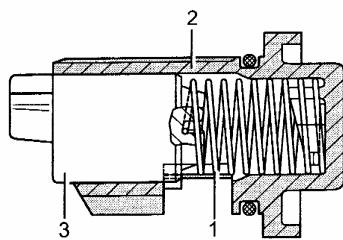

图 12-64 组装锁止机构
②把弹簧 1 装入壳体 2 中, 经轻压向左旋转, 至弹簧搭上壳体底部, 把套筒 3 放到弹簧上, 以使弯曲的弹簧端位于槽中, 如图 12-64 所示。弹簧随着套筒 3 受压, 向左绕着旋转约一圈, 至套筒凸肩位于壳体 2 中的槽孔上方, 把套筒 3 凸肩压入到壳体 2 的槽中直至挡块。把套筒 3 朝右绕一圈并放开; 套筒 3 会弹跳到安装位置中。